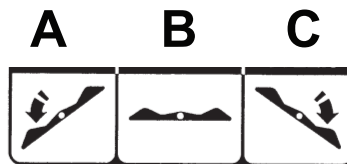

Abbildung 2 – Brems-/Lenkfunktionen
Zum Anziehen der Bremse die Seite (A) des Bremspedals (Abbildung 2) herunterdrücken (*Produktabbildung* (Seite 7)).
Zum Lösen der Bremsen die Lenkseite (C) (Abbildung 2) des Pedals herunterdrücken (*Produktabbildung* (Seite 7)).